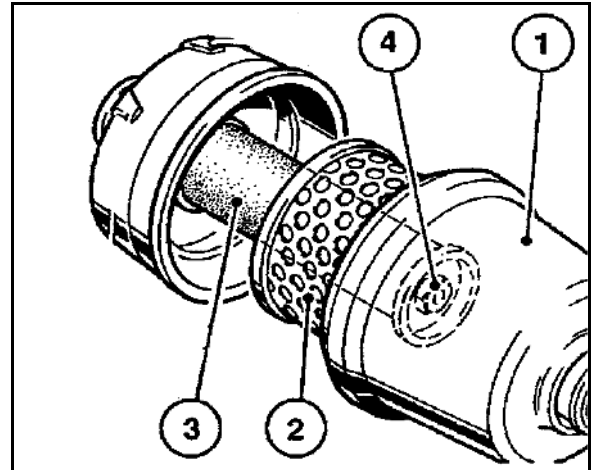

Fig. 168
2. Desserrer et retirer la cartouche du filtre à huile (Fig. 168/5) avec un outil usuel.